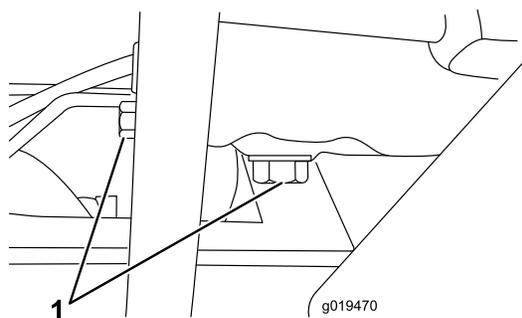

Figure 54
- Enlevez le bouchon de vidange (Figure 54) et laissez couler l'huile dans un bac de vidange. Remettez le bouchon en place quand toute l'huile s'est écoulée.